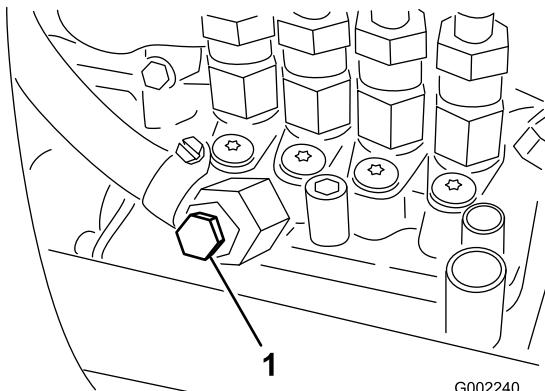

Figura 44
- 7. Abra el tornillo de purga de aire de la bomba de inyección de combustible (Figura 44).